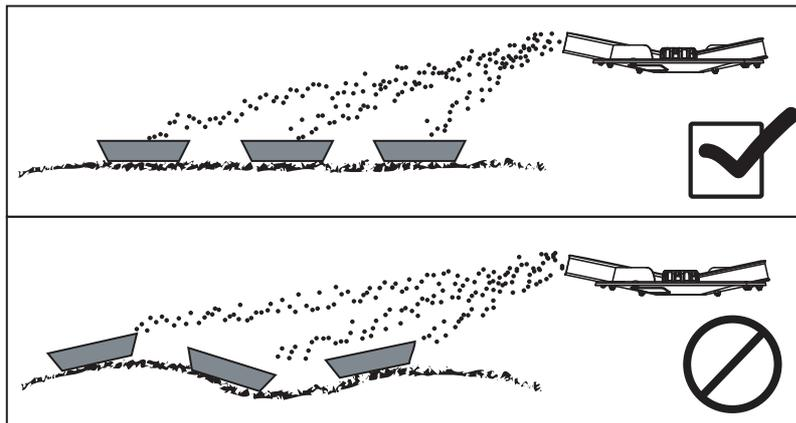

Figura 8.28: Disposizione delle vaschette di raccolta
- Posizionare orizzontalmente le singole vaschette di raccolta. Vaschette inclinate possono causare errori di misurazione (figura 8.28).